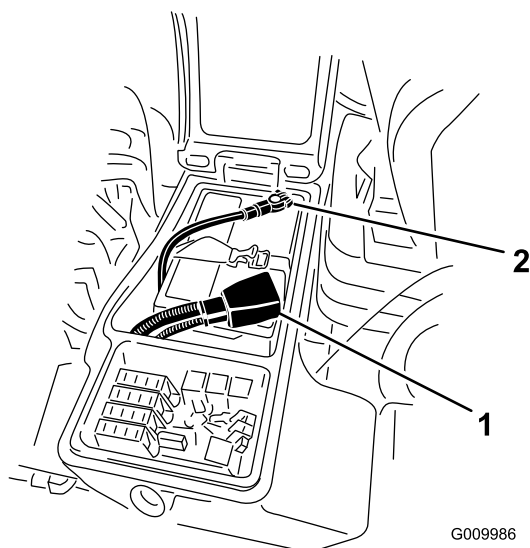

Рисунок 75
3. Отсоедините отрицательный кабель (черный) от отрицательной (-) клеммы и положительный кабель (красный) от положительной (+) клеммы аккумуляторной батареи (Рисунок 75).
6. Подсоедините положительный кабель (красный) к положительной клемме (+), а отрицательный кабель (черный) – к отрицательной (–) клемме аккумуляторной батареи (Рисунок 75).